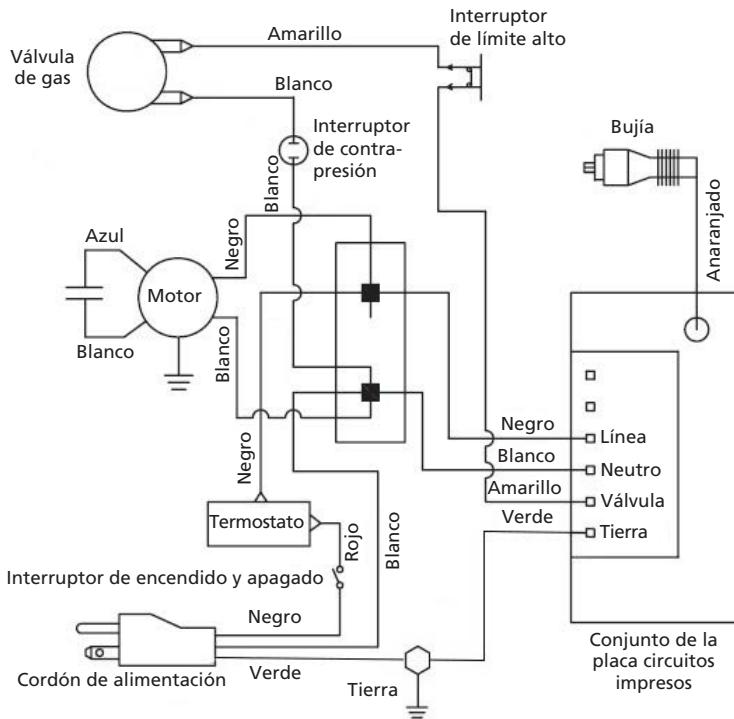

Figura 6 – Diagrama Eléctrico
10. Vuelva a conectar los conductores de acometida como se muestra en el diagrama eléctrico (Figura 6).